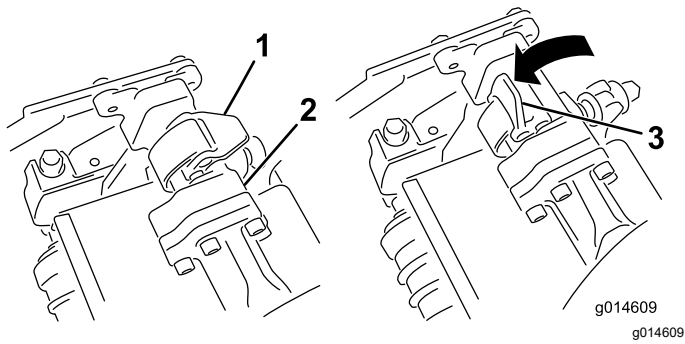
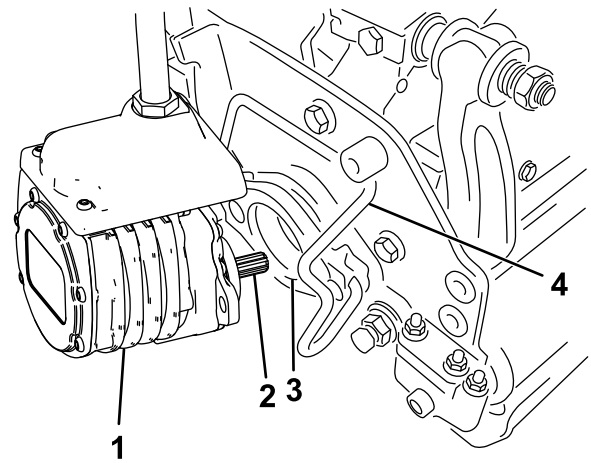

Figure 53
Figure 54
4. Les verrous de la barre de bras de suspension étant orientés en haut (c.-à-d. ouverts) (Figure 53), poussez le bras de suspension vers le bas pour que la barre s'engage sur la barre transversale au sommet de l'unité de coupe (Figure 54).
5. Fermez les verrous autour de la barre de l'unité de coupe et bloquez-les en place (Figure 53).
5. Ouvrez les verrous sur la barre du bras de suspension appartenant à l'unité de coupe que vous voulez déposer (Figure 53).